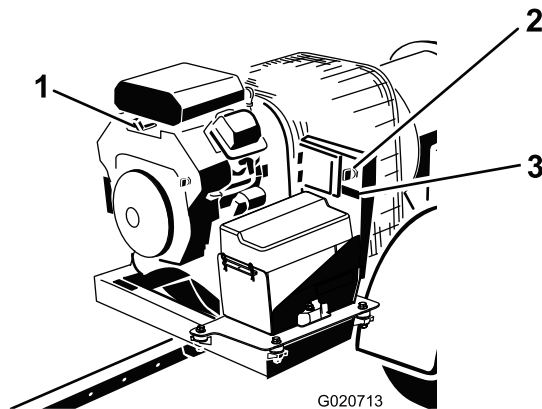

Figura 10
L'interruttore di accensione (Figura 10), utilizzato per avviare e arrestare il motore, presenta tre posizioni: OFF, RUN e START (spento, marcia e avvio). Girate la chiave in senso orario, in posizione di avvio (START), per azionare il motorino di avviamento. Rilasciate la chiave una volta avviato il motore. La chiave ritorna automaticamente in posizione di marcia (ON). Per spegnere il motore, girate la chiave in senso antiorario in posizione di spegnimento (OFF).
Per avviare un motore a freddo, spostare la leva di comando dello starter (Figura 10) in posizione ON.
Il contaore (Figura 10) indica le ore totali di funzionamento della macchina.